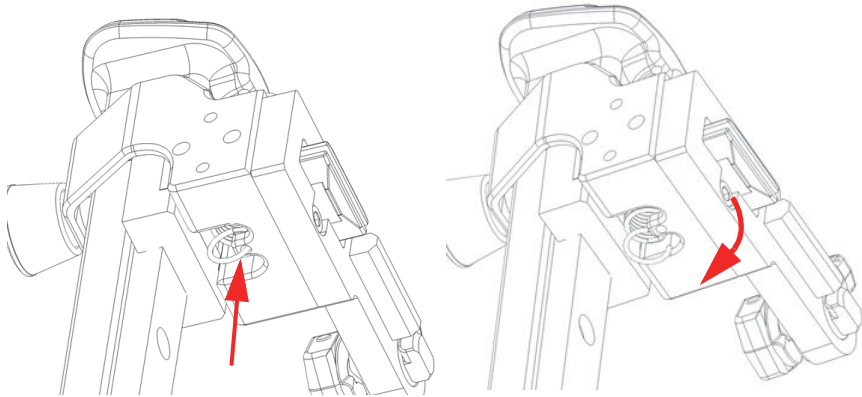

图 2-26 从固定孔中取出弹簧
1. 使用一个尖嘴钳，从弹簧加载臂（SLA）支架的孔中取出弹簧的底部（参见第61页的图 2-26）。